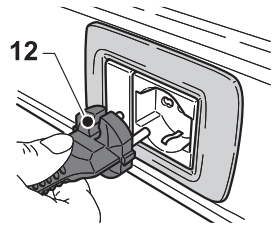

Fig. 9
- Нажмите кнопку (13 Рис. 9) в положение "I", чтобы начать воздухозаборник двигателя, лампочки горят, если они присутствуют на переключателе.
- В соответствии с требуемой мощностью можно включить только один двигатель, установив переключатель (13 Рис. 9) на "I", или оба переключателя (13 и 14 Рис. 9), если требуется
- Нажмите переключатели (13, 14 Рис. 9) в положение "0" для отключения аппарата; свет, если находится на переключателе, выключаются.